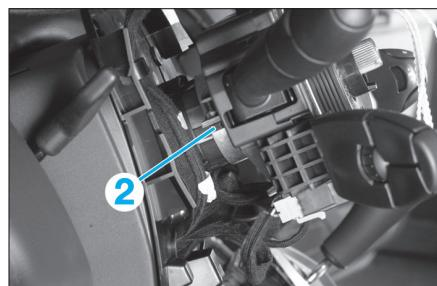

Fig. 4
- Desserrer la vis de fixation (2) du contacteur tournant (Fig.4).